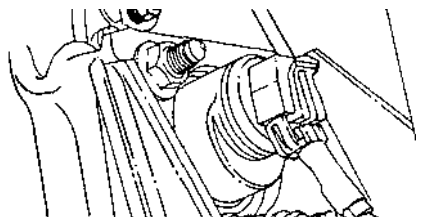

Рис. 7.49
- отсоединить тормозную трубку от цилиндра и заглушить в них отверстия во избежание утечки тормозной жидкости и попадания внутрь грязи (рис. 7.49);